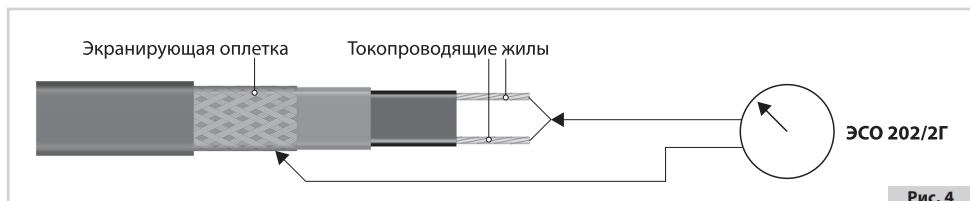

Рис. 4
4.1.13. Кабели нагревательные саморегулирующиеся имеют температурно-зависимое сопротивление и данные о величине сопротивления не являются достоверным ориентиром для определения присоединённой нагрузки. По этой причине кабели нагревательные саморегулирующиеся проверяются только на сопротивление изоляции нагревательного элемента (измерение производится между токоведущими жилами и экранирующей оплёткой кабеля нагревательного (см. рис. 4)) и сопротивление оболочки кабеля нагревательного (измерение производится между экранирующей оплёткой кабеля нагревательного и контуром заземления).